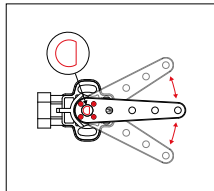
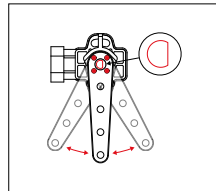
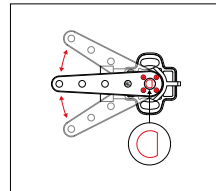

Abb. 20: Position A
Abb. 21: Position B
Abb. 22: Position C
2. Der Sensor kann in jede Richtung montiert werden, solange in Mittelstellung des Sensorarms die abgeflachte Seite der Sensorwelle zur gegenüberliegenden Seite des Steckers zeigt. Die Höhensensoren werden in Position A (Abb. 20) ausgeliefert. Entfernen Sie den Sensorarm, um ihn in Position B (Abb. 21) oder C (Abb. 22) zu verdrehen. Montieren Sie den Sensor möglichst in Position A oder B, so dass sich der Arm gegenüber oder um 90 Grad verdreht vom Anschluss befindet. Wenn dies nicht möglich ist, vergewissern Sie sich, dass das Anschlusskabel nicht mit dem Sensorarm in Berührung kommen kann.